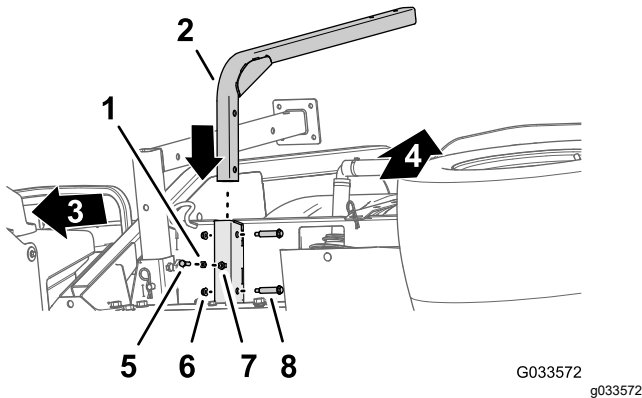

图 46
1. 将清水箱的支撑管与水箱支撑槽对齐图 46。
- 将支撑管中的孔与槽中的孔对齐图 46。
- 用 2 个轴肩螺栓 1/2 x 1-15/16 英寸和 2 个凸缘锁紧螺母5/16 英寸将管道固定到槽上图 46。
- 如图 46所示将锁紧螺母5/16 英寸拧入螺栓5/16 x 1 英寸。
6. 将螺栓5/16 x 1 英寸和锁紧螺母拧入水箱支撑槽底部的焊接螺母然后用手拧紧螺栓和锁紧螺母图 46。